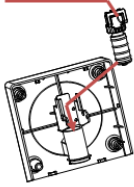

Figura 1
① Tapa superior de la abertura de alimentación	⑤ Extremo del asa
② Base de la abertura de alimentación	⑥ Junta de estanqueidad
③ tapón para el orificio de alimentación	⑦ Anillo de sellado de la abertura de alimentación
④ Asa	⑧ Tapa de la abertura de alimentación
1. Inserta ① en ② como se muestra en la figura 1.
Realice los pasos de la Figura 1 a la Figura 8 en orden inverso.
Afloje las cuatro contratueras en el sentido contrario a las agujas del reloj y retire la unidad de empuñadura como se muestra en la figura 1. Compruebe que el interior del recipiente está limpio, retire el batidor, límpielo con un paño húmedo y vuelva a insertar el agitador después de limpiarlo, como se muestra en la figura 2. Coloque la empuñadura y la unidad de empuñadura como se muestra en la figura 3. Apriete la tuerca en el sentido de las agujas del reloj como se muestra en la figura 4.